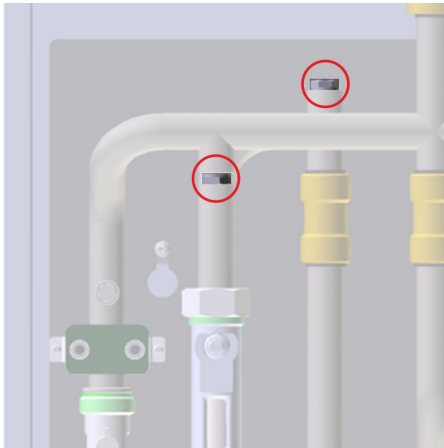

Abb. 50: Ventile aufdrehen
1. ➔ Um den Primärkreislauf des Frischwarmwassermoduls drucklos zu schalten, 4 Ventile (Abb. 50/rote Ringe) aufdrehen.